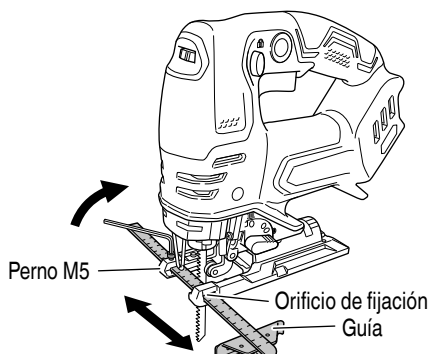

Fig. 26
- (3) Fije la guía haciéndola pasar a través del orificio de fijación de la base y apriete el perno M5. (Fig. 26)